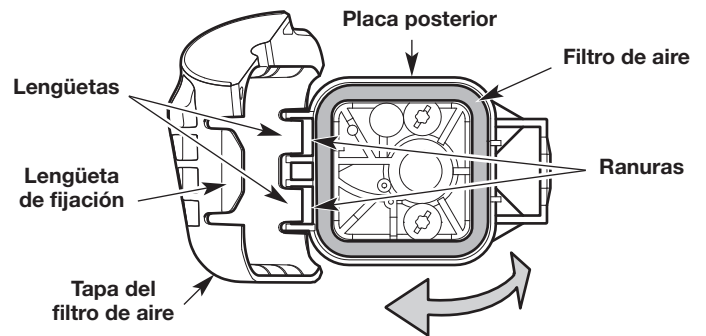

Fig. 10
1. Abra la cubierta del filtro de aire: oprima la lengüeta de fijación y gire la cubierta del filtro de aire hacia la izquierda (Fig. 10).
2. Extraiga el filtro de aire (Fig. 10).
6. Vuelva a instalar el filtro de aire (Fig. 10).
7. Cierre la cubierta del filtro de aire: inserte las lengüetas de la cubierta del filtro de aire en las ranuras de la placa posterior. Gire la cubierta del filtro de aire hacia la derecha y oprímala para cerrarla hasta que la lengüeta de fijación calza a presión en su lugar (Fig. 10).